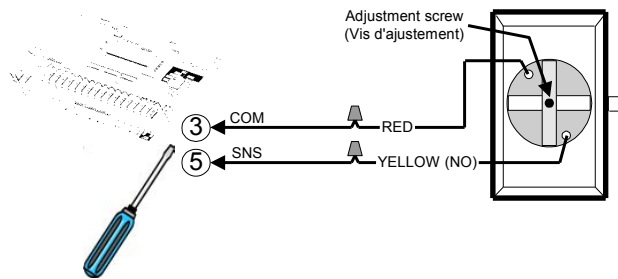
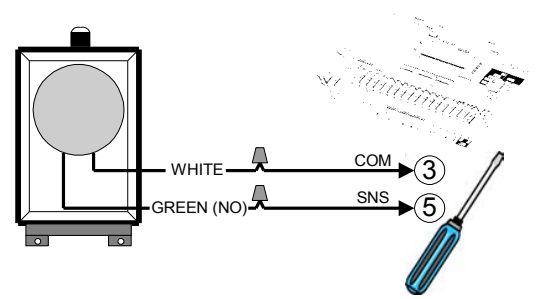

Figure 27 - AIRSWITCH 001 / 007
Figure 28 - AIRSWITCH 009
3. Utiliser un ré-enrouleur de câble pour brancher le commutateur à air aux terminaux de l'opérateur. Effectuer le branchement électrique tel qu'indiqué aux Figure 27 ou Figure 28.